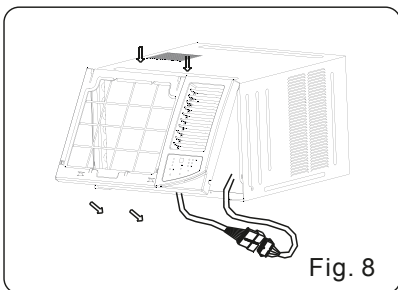

Fig. 8
1. Montage des Rahmens und Anschluss des Bedienfeldes unter Beachtung, dass das Temperatursensorkabel nicht unterbrochen wird. Festschrauben am Rahmen (Fig. 8).